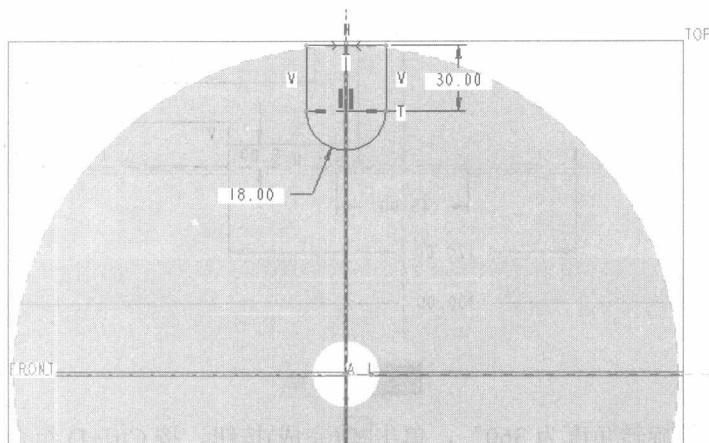

图 1-9 草绘
(3) 在拉伸工具操控板中单击“放置”标签，打开“放置”上滑面板，接着单击位于该上滑面板中的“定义”按钮，弹出“草绘”对话框。
(4) 选择 TOP 基准平面定义草绘平面，接受其他默认设置，单击“草绘”按钮，进入草绘模式。
(5) 绘制如图 1-9 所示的剖面，单击 $\checkmark$ (继续当前部分)按钮。